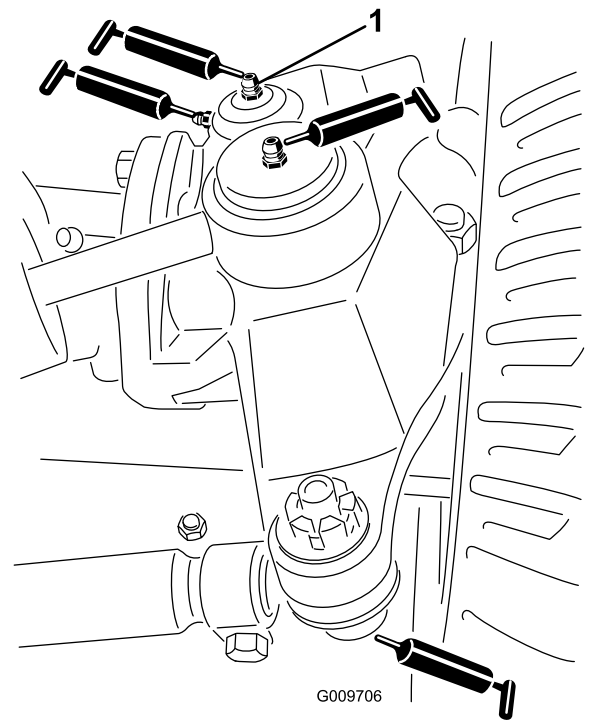

Bild 76
- Lenkzylinder-Kugelgelenke (2), wie in Bild 76 abgebildet
- Spurstangen-Kugelgelenke (2), wie in Bild 76 abgebildet
- Achsschenkelbüchsen (2), wie in Bild 76 abgebildet